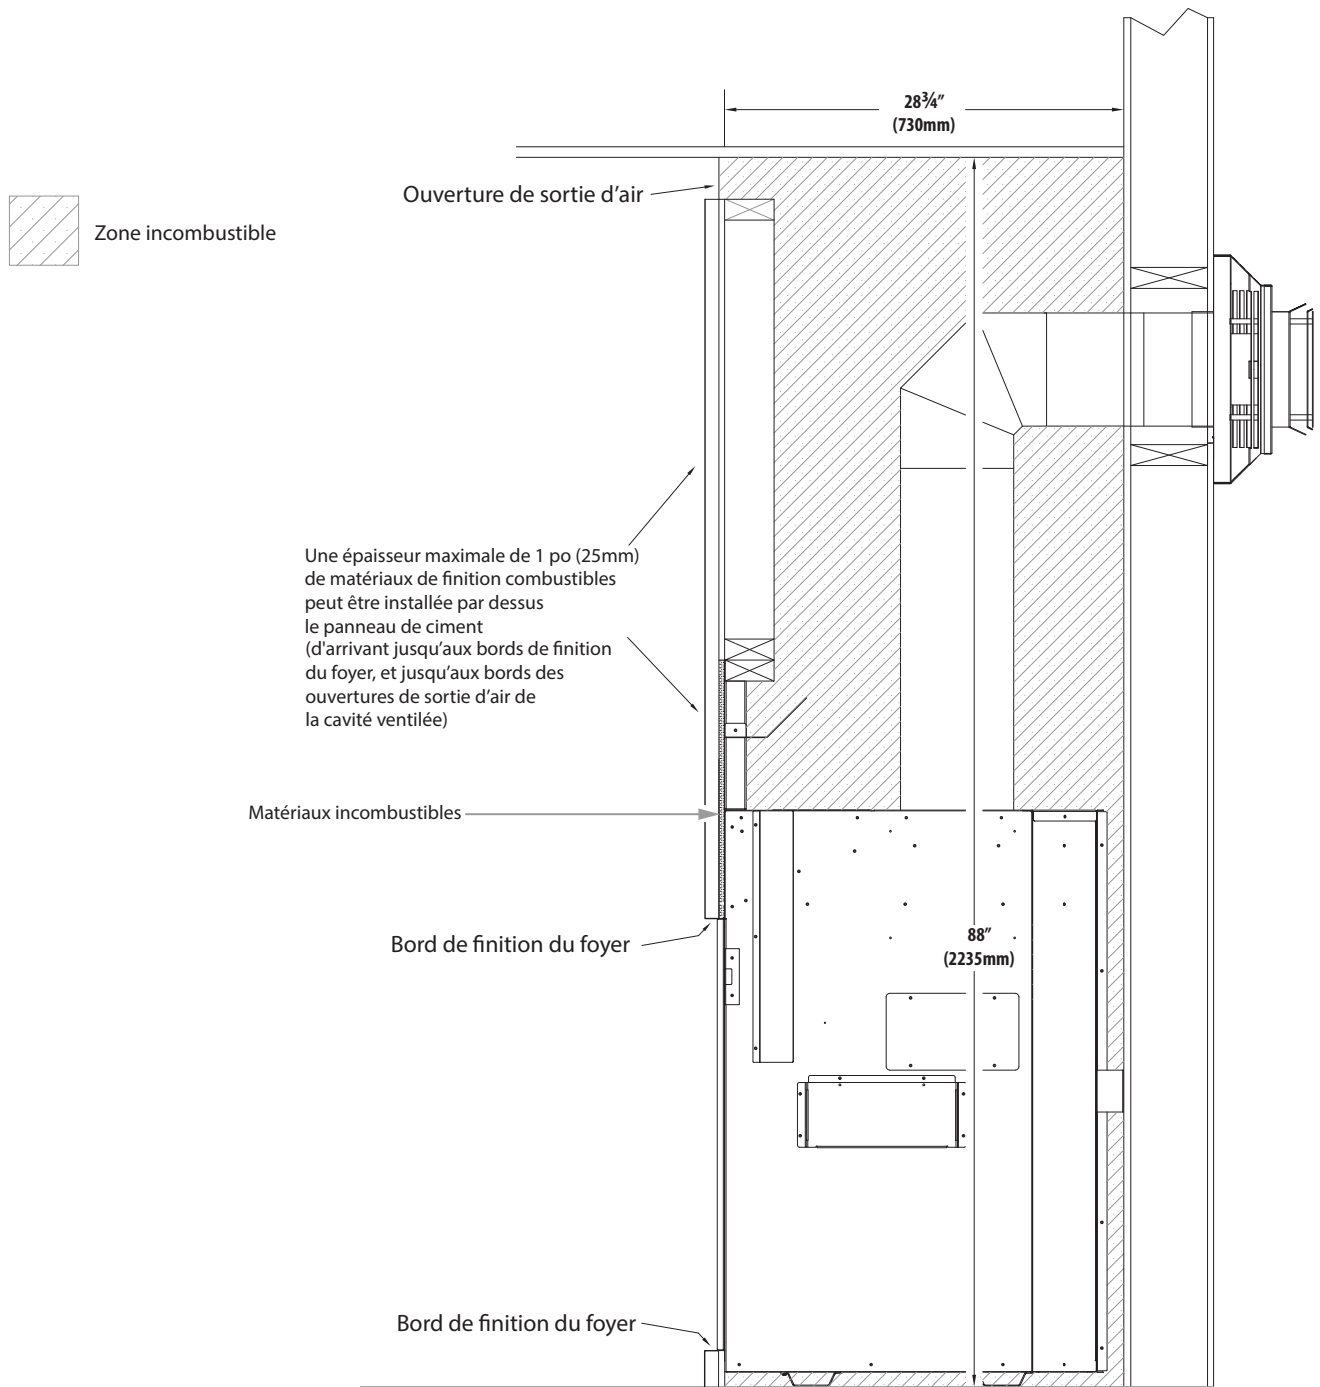

Figure 4.8, Matériaux de finition murale combustibles
- Le dégagement minimal entre les murs latéraux adjacents et les bords de finitions latéraux du foyer est de 6 po (152 mm). Voir la Figure 4.8 à la page 362.
- La Figure 4.8 (page 38) montre l'installation de matériaux combustibles de finition murale d'une épaisseur maximale de 1 po (25 mm).